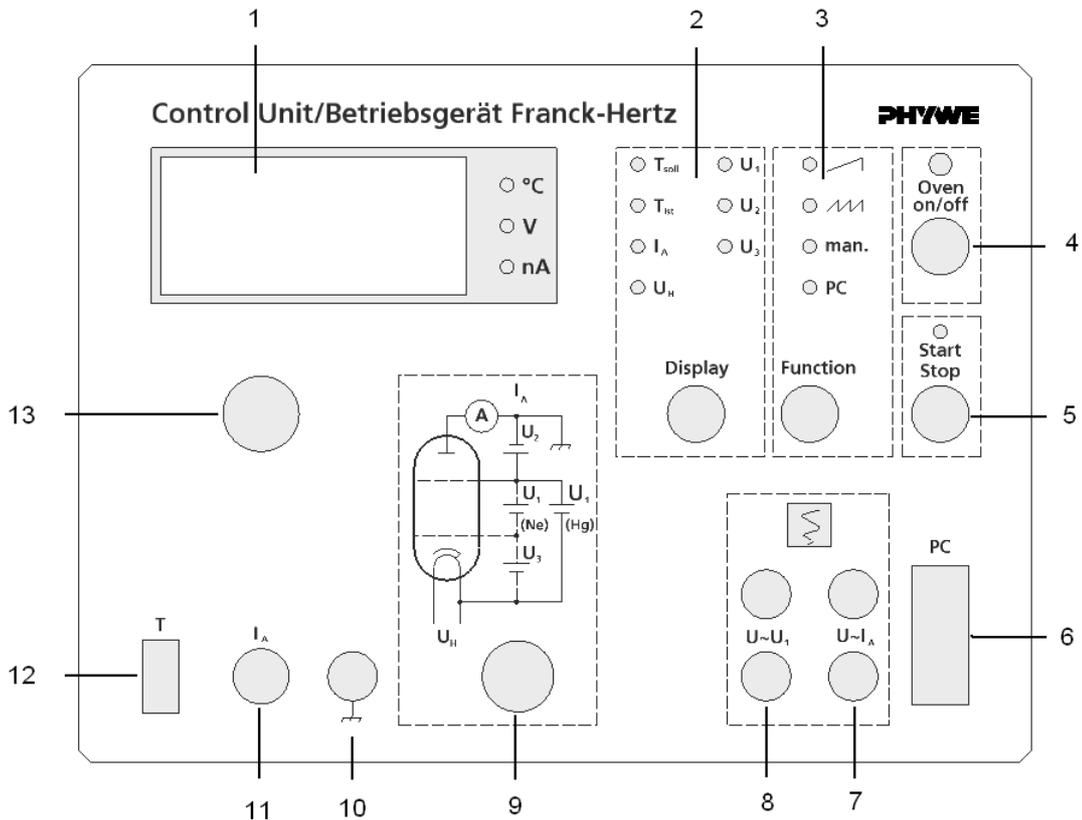

Abb. 2: Franck-Hertz Betriebsgerät 09105.99.
3.1 Funktions- und Bedienelemente (Abb. 2)
- 7 4mm-Buchsen-Paar " $U \sim I_A$ " Analog-Ausgang (Y): Spannung proportional zum Anodenstrom.
- 8 4mm-Buchsen-Paar " $U \sim U_1$ " Analog-Ausgang (X): Spannung proportional zur Beschleunigungsspannung U_1 .